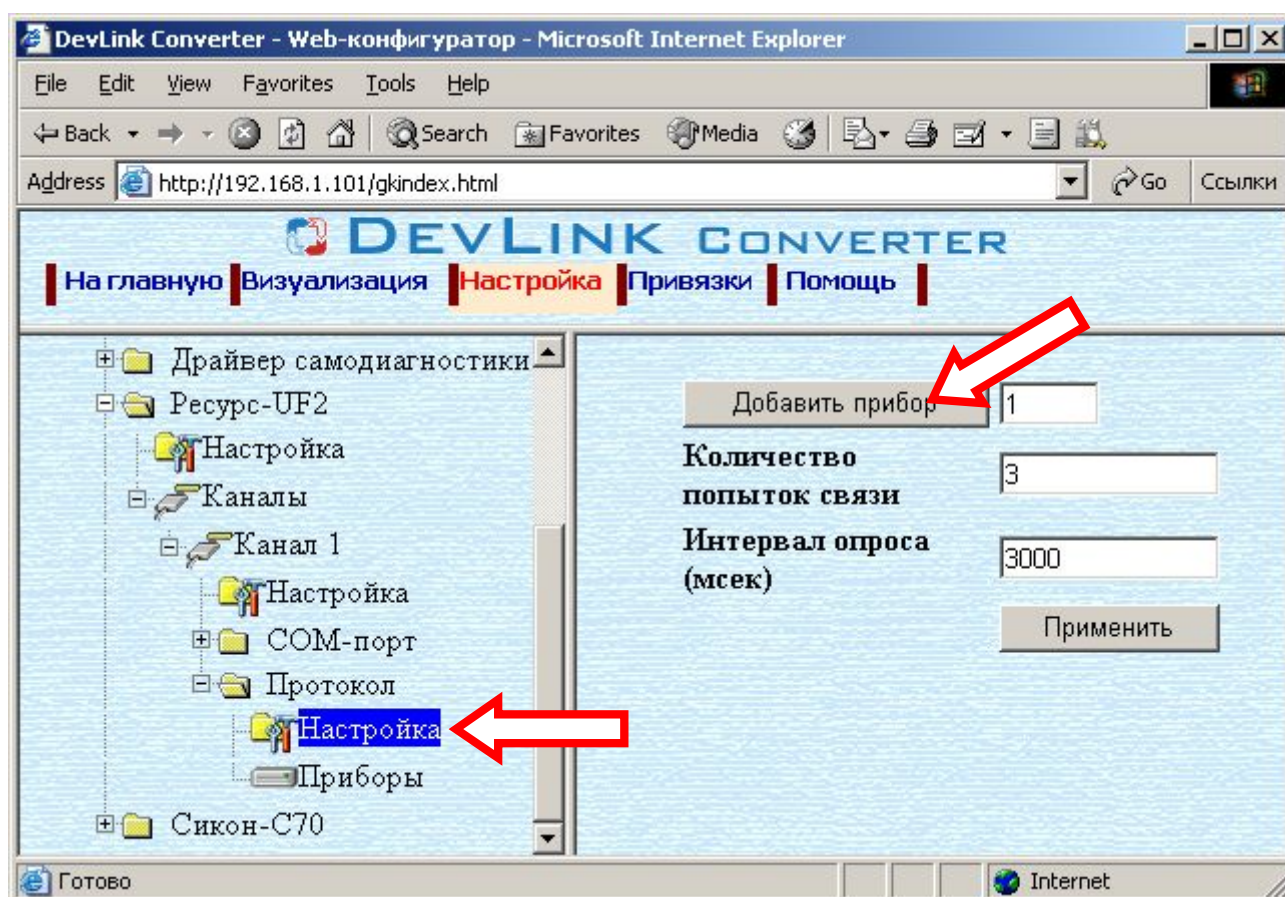

Рисунок 3.5 – Добавление прибора в канал
- Выберите в дереве объектов *папку «Настройка»* протокола драйвера нужного канала (рисунок 3.5).